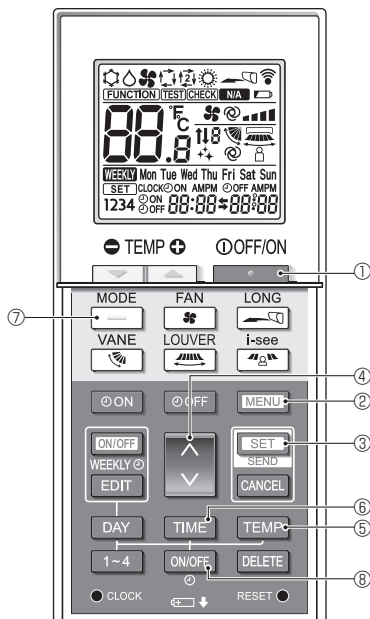

Fig. 6-9
2. Premere il pulsante **MENU** 2. Verrà visualizzata la schermata di impostazione Funzione e lampeggerà il n. di funzione A. (Fig. 6-9) Premere il pulsante **▼** 4 per modificare il n. di funzione